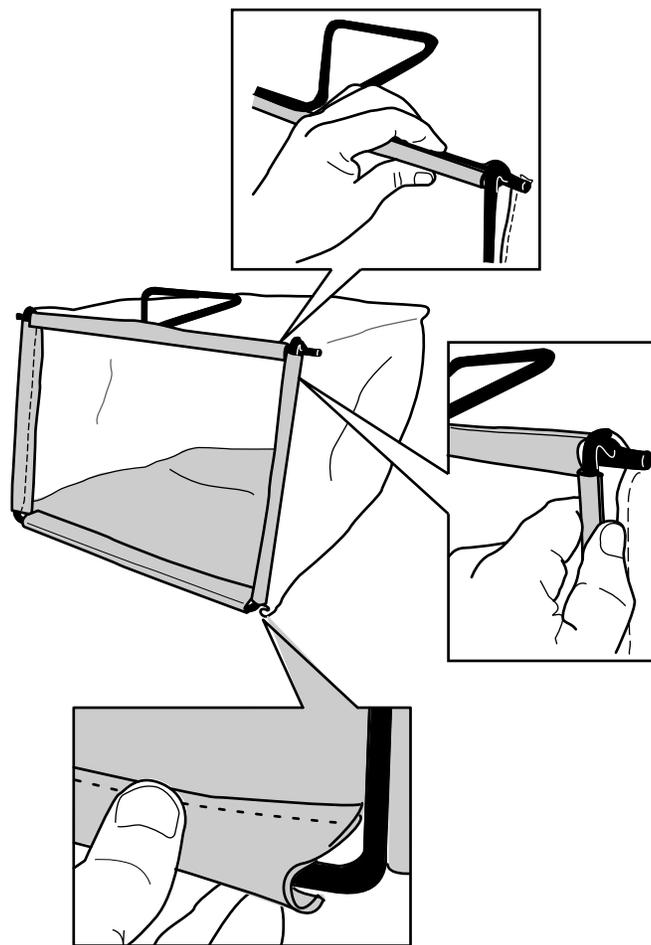

Figura 8
3. Engate os canais superior e lateral do saco na parte superior e lateral da estrutura, respetivamente (Figura 8).
2. Engate o canal inferior do saco na parte inferior da estrutura (Figura 8).